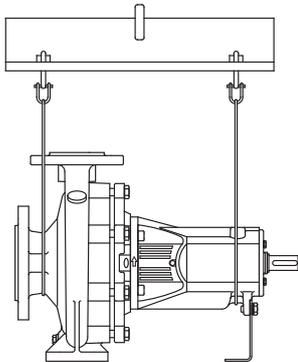
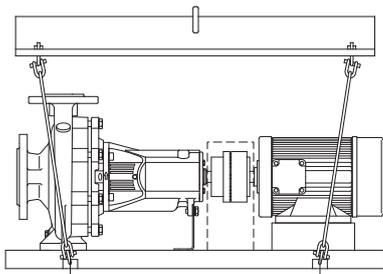

fig.1: Trasporto della pompa
fig.2: Trasporto del gruppo pompa completo
- Per evitare deformazioni, sollevare la pompa come rappresentato in (fig. 1) oppure in (fig. 2). Gli anelli di sollevamento applicati alla pompa oppure al motore non devono essere utilizzati per sollevare la pompa oppure l'intero gruppo pompa. Essi sono destinati esclusivamente al trasporto dei singoli componenti durante il montaggio o lo smontaggio.